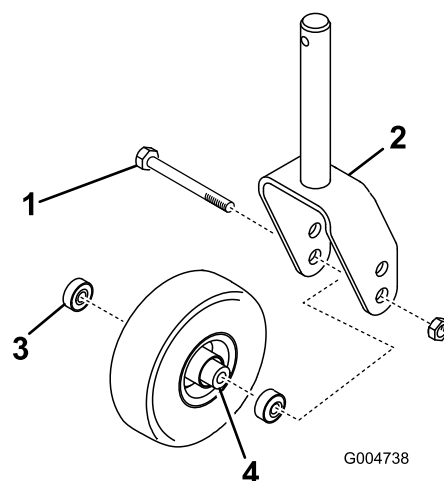

Figura 26
1. Retire a porca de bloqueio do parafuso que fixa o conjunto da roda, no respetivo suporte (**Figura 26**). Fixe a roda giratória e retire o parafuso da forquilha ou do braço articulado.
2. Retire o rolamento do cubo da roda e deixe cair o espaçador do rolamento para fora (**Figura 26**).